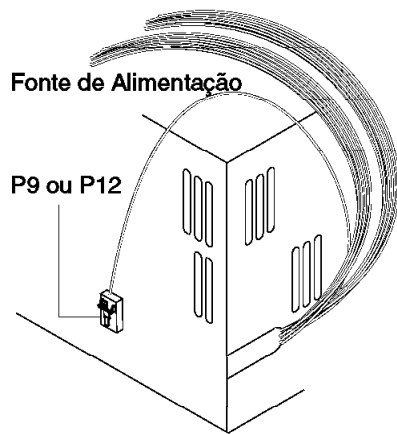

Figura 2-5. Fonte de Alimentação do PC
- 2 Localize a fonte de alimentação para seu sistema (consulte a Figura 2-5 na página 2-7).
- 3** Se a fonte de alimentação de seu PC possuir um cabo de alimentação com a etiqueta **P9** ou **P12**, conforme exibido na Figura 2-5, continue com “Conexão do Cabo Combinado Wake on LAN de 3 vias”.